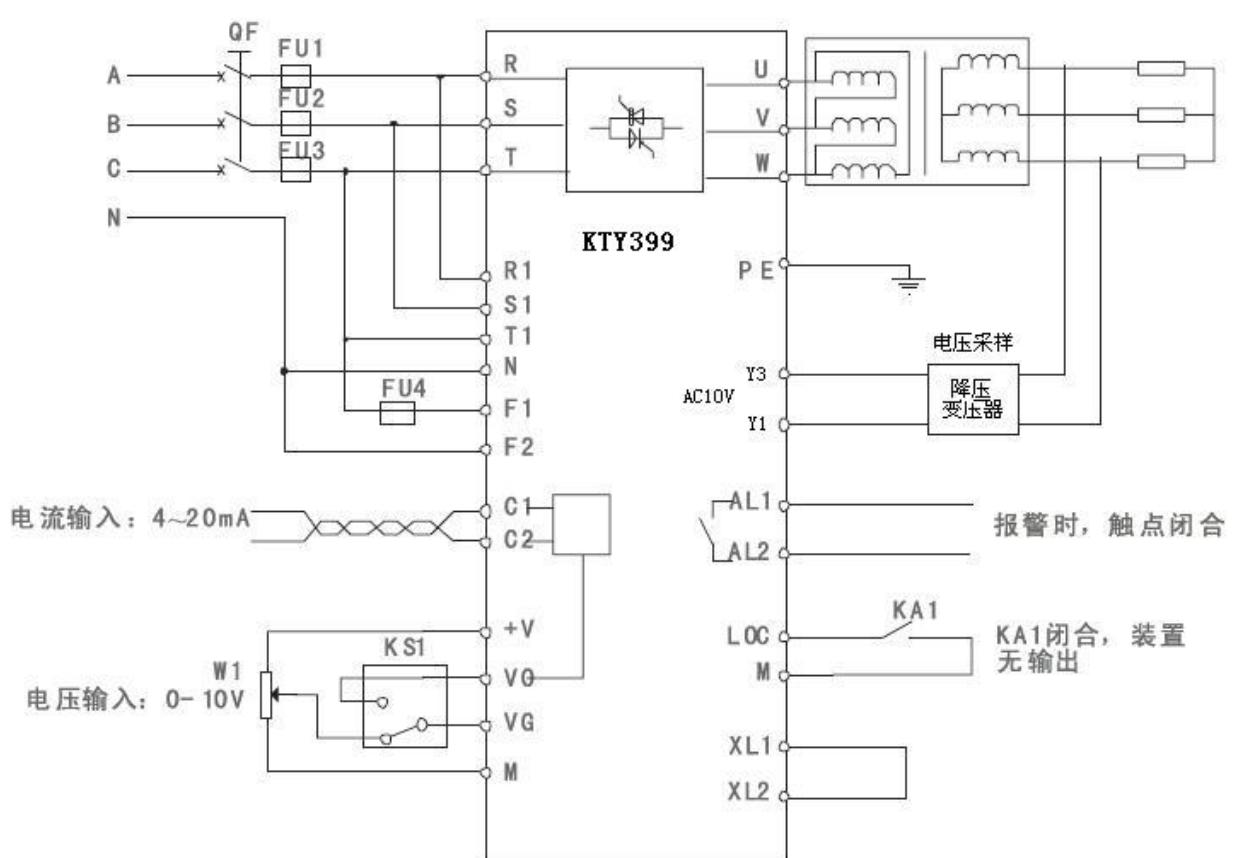

图4-5-2 KTY399应用于低电压、大电流负载的电压闭环控制
- 图4-5-2中电压反馈取自变压器的二次侧，此方法可精确恒定负载电压。由于标准配置的恒压型调压器在出厂时反馈信号连接到了调压器输出端（相当于图中变压器一次侧），如要按图4-5-2的方式接线，可在订货时提出或在使用时向我们联系。